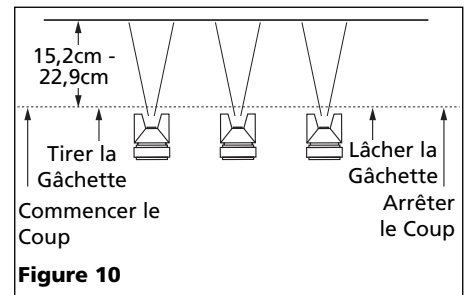

Figure 10
3. Tirer correctement sur la gâchette. Commencer le mouvement au début du coup **AVANT DE TIRER SUR LA GÂCHETTE** et la relâcher **AVANT D'ARRÊTER LE MOUVEMENT** à la fin du coup. Cette procédure mélangera chaque coup avec le prochain sans avoir l'apparition de chevauchement ou d'inégalités (Voir Figure 10).